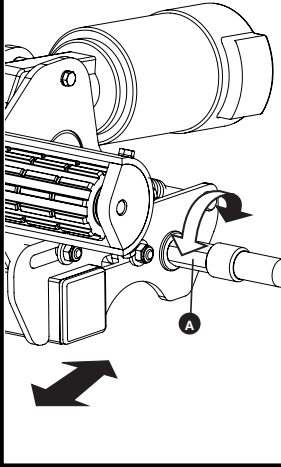
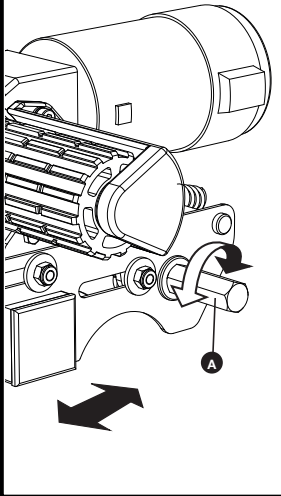

Abb.5
Abb.8
Packen Sie alle Komponenten aus und überprüfen Sie, ob alle Teile vorhanden sind (siehe Verpackungsinhalt, Abb.A). In der Montageanleitung wird weiterhin auf die in Abb.A dargestellten Teilenummern verwiesen. Vor und während der gesamten Montage ist darauf zu achten, dass die Mover in der AUSGESTELLTEN Position bleiben (siehe Abb.5 oder Abb.8), da die Einheit sonst nicht korrekt montiert werden kann.
Wenn die Hauptbaugruppe lose auf dem Fahrgestell montiert ist, schieben Sie die gesamte Baugruppe am Fahrgestell entlang, bis die Rollen (Abb.2.A oder Abb.3.A) 20 mm von der Oberfläche jedes Reifens entfernt sind (siehe Abb.5 oder Abb.8). Um diesen Abstand einzustellen, werden zwei 20-mm-Abstandshalter (30) mitgeliefert. Beachten Sie, dass sich die Mover in der ausgerasteten Position befinden müssen, wenn der 20-mm-Abstand eingestellt ist. Achten Sie bei der Einstellung des Abstands darauf, dass die Rollen beider Mover sowohl horizontal als auch vertikal mittig zu den Fahrzeugreifen ausgerichtet sind, um den bestmöglichen Radkontakt zu gewährleisten (siehe Abb. 10 als Referenz). Wenn die Rollenbreiten die des Reifens überschreiten, ist darauf zu achten, dass das Ende der Rolle mit der Außenwand des Reifens fluchtet. Ein Überstand an der Innenwand des Reifens ist bei dünneren Reifen akzeptabel und sollte die Funktion oder Haftung nicht drastisch beeinträchtigen.
Schieben Sie die gesamte Baugruppe am Fahrgestell entlang, bis die Rollen (Abb.2.A oder Abb.3.A) 20 mm von der Oberfläche des mittleren Reifens entfernt sind (Abb.5 oder Abb.8). Zwei 20-mm-Abstandshalter (30) werden mitgeliefert. Ziehen Sie die Klemmschrauben (Abb.16.A) an beiden Klemmbaugruppen mit einem Anzugsmoment von 40 ft lbs/55Nm fest.
Um die Rollen zu lösen, setzen Sie das Werkzeug einfach wieder auf eine der Spindeln und drehen Sie es vom Reifen weg. Bitte beachten Sie, dass Sie anfangs einen kleinen Widerstand spüren, wenn Sie die Nocke aus ihrer verriegelten Position lösen; die Feder erledigt dann den Rest der Arbeit und zieht die Rolle vom Reifen weg und in die vollständig gelöste Position (Abb.5 oder Abb.8).
Bitte überprüfen Sie regelmäßig den Abstand zwischen den Rollen und den Reifen. In der neutralen, vollständig ausgekuppelten Position (Abb.5 oder Abb.8) muss dieser 20 mm betragen.